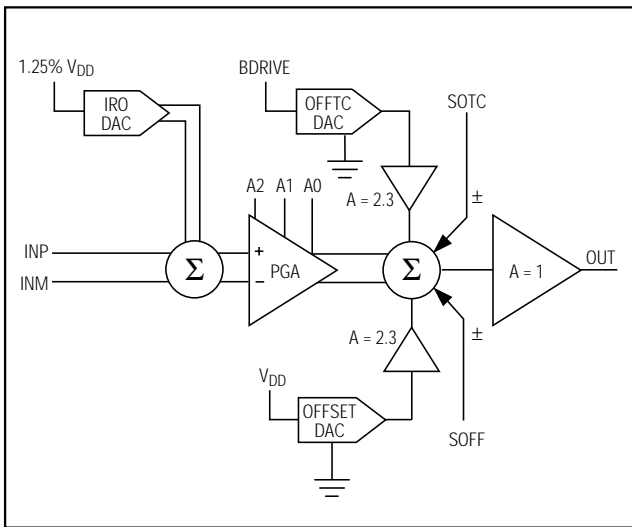

図3. 信号経路ブロック図
オフセットTCエラーの補償は、まず補償されていないオフセットTCエラーを測定し、次にエラーを補正するために出力加算ジャンクションに加える必要のある温度依存性の電圧 V_{BDRIVE} のパーセント比率を求めます。オフセットTC DACを使用して、出力加算ジャンクションに加えられるBDRIVE電圧の量を調整して下さい(図3)。
- 差動からシングルエンドへの出力バッファ(図3)